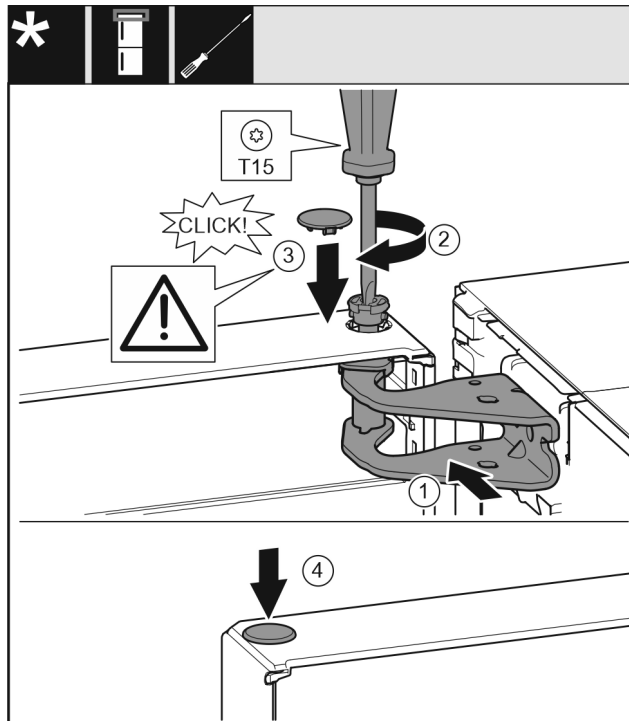

Fig. 19
- ▶ Orientar la parte superior de la puerta respecto a la apertura del soporte de apoyo. Fig. 19 (1)
- ▶ Introducir los pernos y apretar con el destornillador T15. Fig. 19 (2)
- ▶ Montar la cubierta del seguro para asegurar la puerta: Introducir la cubierta del seguro y comprobar que descansa sobre la puerta. De lo contrario, introducir por completo los pernos. *Fig. 19 (3)*
- ▶ Introducir los tapones. *Fig. 19 (4)*